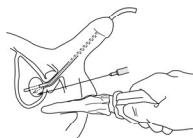

図 7
- 2)男性患者では、超音波ガイド下で会陰部 (あるいは恥骨上) もしくは、直腸より針で穿刺し、バルーンを破裂させる (図 7)。